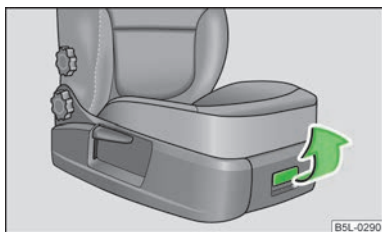

Fig. 78
- To open the lid, pull the handle » Fig. 78.